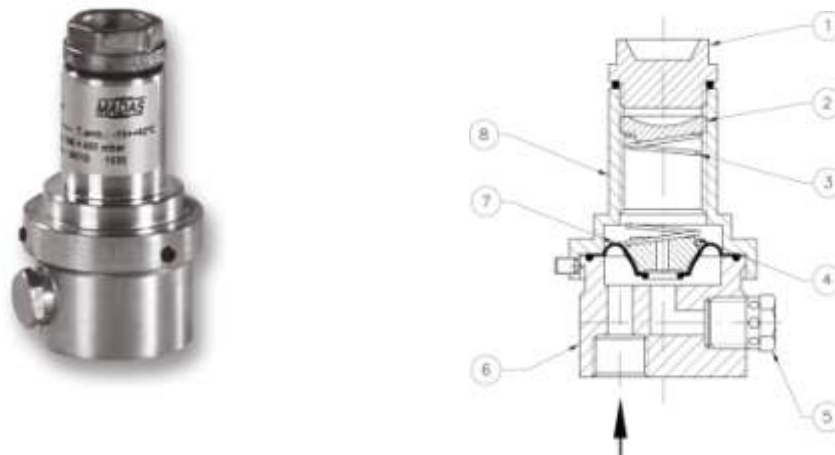

Рис. 2
Клапан рис. 2) состоит из: запорный колпачок (1); регулировочный винт (2); пружина регулирующего устройства (3); затвор (4); пылезащитный колпачок (5); корпус (6); мембрана (7); раструб (8).